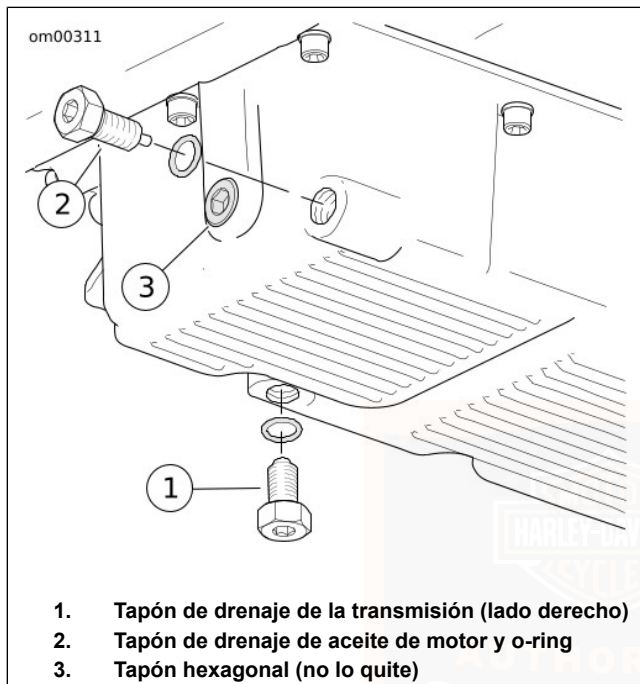

Figura 55. Colector de aceite
2. Vea Figura 55. Quite el tapón de drenaje de la transmisión. Drene el lubricante en un recipiente apropiado.